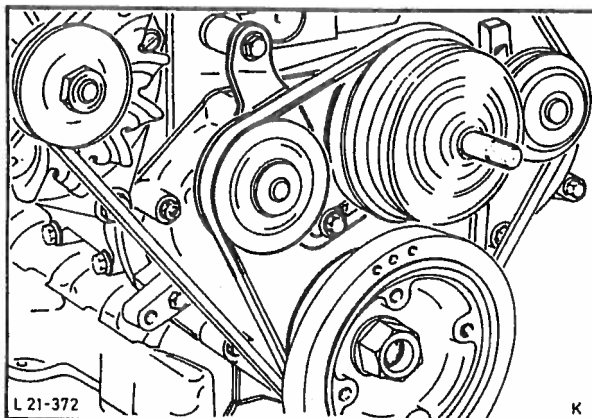

Fig. 152 Løsne vifterremmens spennhjul.
3. Demonter viften (1 mutter). Løsne vifterremmens spennhjul og ta vekk remmen (2 bolter), fig. 152.